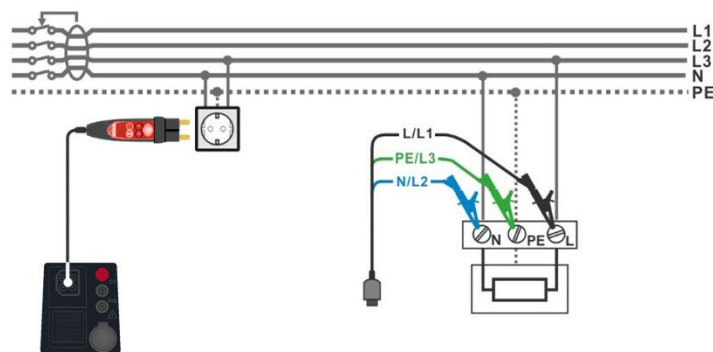

Abbildung 4.25: Anschluss des Commander-Prüfsteckers und der 3-Leiter-Prüfleitung
- › Schließen Sie die 3-Leiter-Prüfleitung oder den Commander-Prüfstecker am Prüfobjekt an, siehe **Abbildung 4.25**.
- › Schließen Sie die 3-Leiter-Leitung oder den Commander Prüfstecker am Prüfobjekt an, siehe **Abbildung 4.25**.
- Wählen Sie die Funktion RCD Auto im Menü RCD. - Stellen Sie die Prüfparameter / Grenzwerte ein. - Schließen Sie die Prüflleitungen am Prüfgerät an. - Schließen Sie die 3-Leiter-Prüflleitung oder den Commander Prüfstecker am Prüfobjekt an, siehe Abbildung 4.25. - Starten Sie die Messung.	Start Prüfung